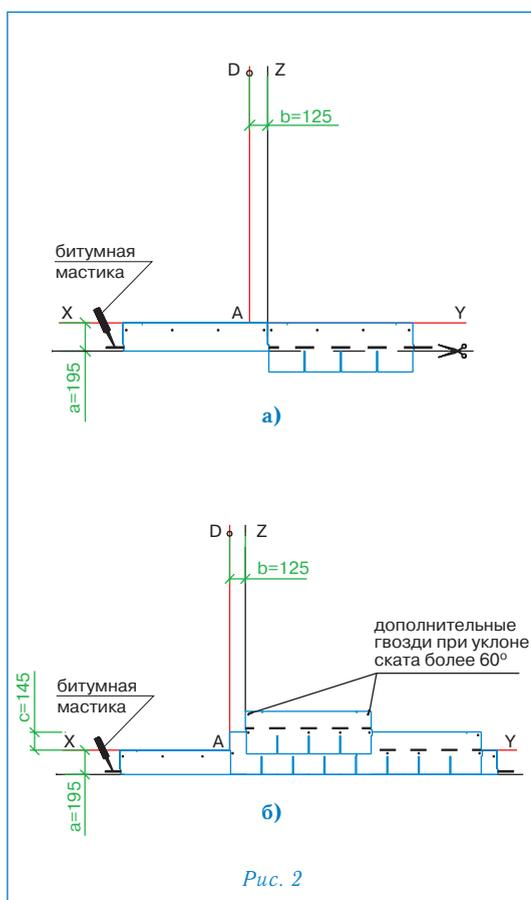

Рис. 2
Укладка материала (рис. 2)
Начальный ряд формируется из листов черепицы СТАНДАРТ обрезанных по линии образованной конечными точками вырезов. Полученные таким образом полосы шириной 19,5 см укладываются по линии карниза в обе стороны от линии Z (рис. 2а) и фиксируются по нижнему краю битумной мастикой, а по верхней кромке 4 гвоздями (ось гвоздей на 5 см ниже верхнего края полосы);
- далее первый ряд черепицы укладывается от линии AD (рис. 2б);